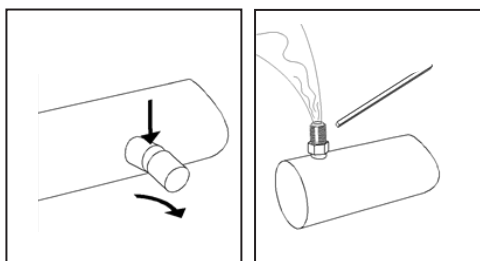

Figura 4: Detalhe da válvula Schrader (ventil) para verificação da pressão.
- A pressão menor na unidade é indicativo de vazamento devido a danos no transporte. Fuga de fluido de trabalho devido a vazamento na unidade pode levar a ferimentos ou até morte (ver perigos residuais com refrigerantes). Não ligue a unidade! Verifique a pressão conforme figura 4.